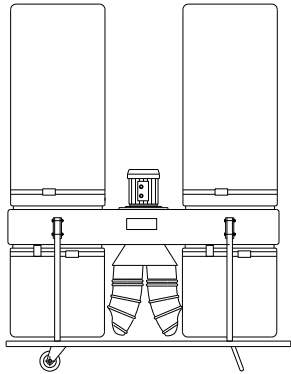

Рис. 1
I. УВП-3000 - Установки на основании с двумя колесиками и опорой, рис.1.